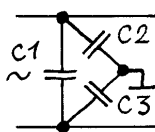
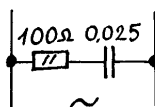

рис.7
рис.8
5. Для снижения помех самым простым и эффективным оказался известный С-фильтр (**рис.7**), составленный из конденсаторов емкостью 0,005...0,25 мкФ. Емкость конденсаторов зависит от характера помех и подбирается экспериментально. Емкость конденсаторов С2 и С3 должна быть одинаковой. Готовые фильтры можно извлечь из старых пылесосов, электроинструментов, полупроводниковых телевизоров и другой подобной аппаратуры. Хороший результат получен при использовании совсем простой схемы, показанной на **рис.8**. Обе схемы полностью симметричны, одинаково хорошо работают в обоих направлениях.